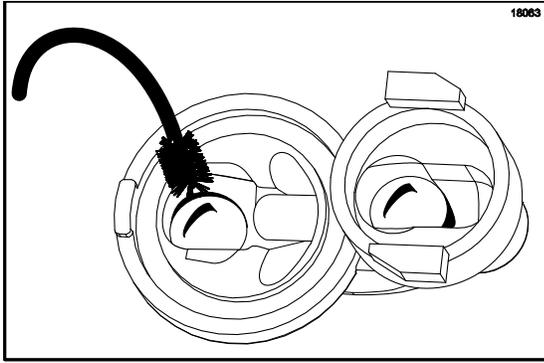

图 82
4. 将黑色刷子插入口阀的顶部，擦拭该区域，特别是钢球周围。（见图 82。）